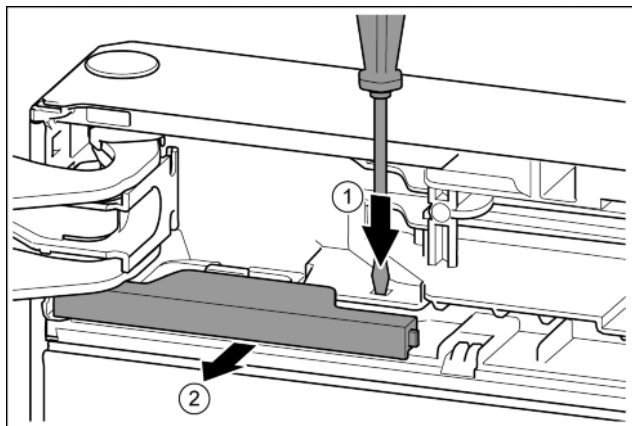

Fig. 10
- Nakładkę wcisnąć przy pomocy śrubokręta. Fig. 10 (1)
- Wyciągnąć osłonę z blokady. Fig. 10 (2)